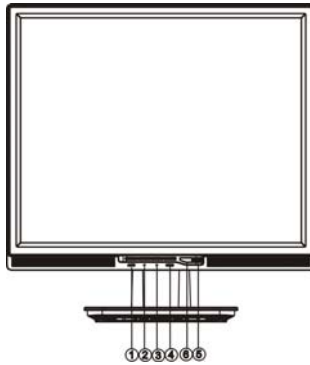

Figure 4 Boutons de contrôles externes
4. Après que la rotation est achevée, ajuster la hauteur de l'écran afin qu'elle convienne à votre position personnelle, comme illustré à la Fig. 4.
Appuyez sur le bouton d'alimentation pour allumer ou éteindre le moniteur. Les autres boutons de contrôle sont situés sur le panneau frontal du moniteur (Voir Figure 4). En modifiant ces réglages, il est possible de régler l'image selon vos préférences personnelles.